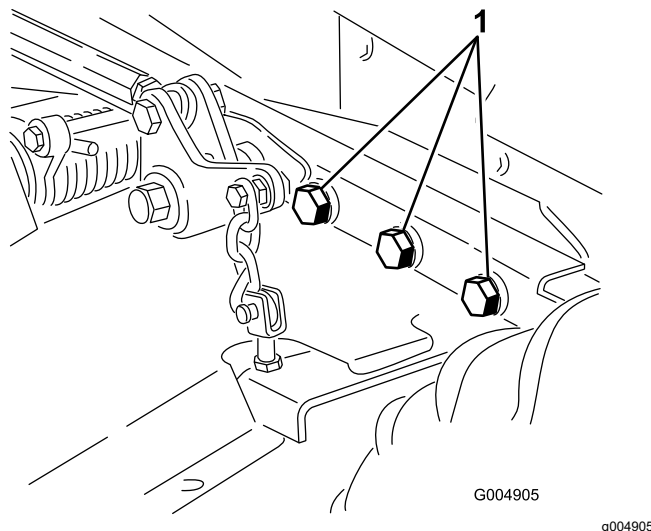

Figura 57
5. Compruebe que todos los herrajes están bien apretados; apriételos si es necesario. Apriete los 6 pernos que sujetan el bastidor de la plataforma de corte a la unidad de tracción (Figura 57) a 359 N·m (265 pies-libra).